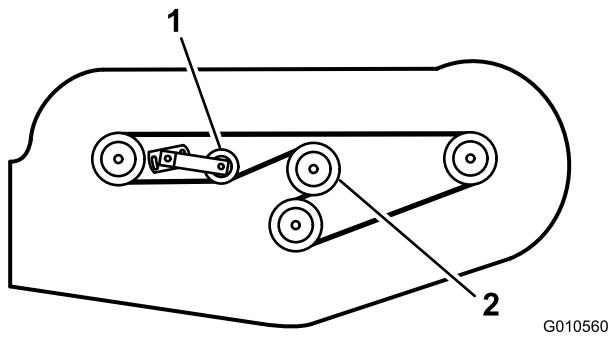

図 47
6. 新しいベルトをギアボックスの周囲からスピンドルプーリ、固定アイドラプーリ、可動プーリへと回し掛ける図 47。